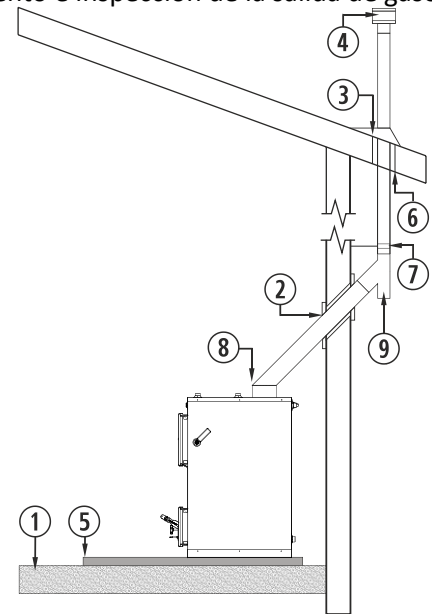

Figura 6
- Al instalar la salida de gases sobre una chimenea de obra, se recomienda emplear tubería metálica a través de ésta, para evitar fisuras, rugosidades, variaciones de sección, etc. En una chimenea ya existente, ésta se deberá limpiar completamente antes de realizar la instalación. El tubo, deberá sobrepasar la altura de la chimenea de obra y sobre salir unos centímetros en su parte superior. En el remate de la chimenea, se deberá colocar una placa de estanqueidad y un cubreaguas, como se muestra en la *figura 6*. En algunos casos, la geometría de la chimenea de obra existente, imposibilita el uso de tubería rígida, en estos casos excepcionales, la normativa permite el uso de conductos flexibles, que serán de superficie lisa para evitar las pérdidas de presión por rozamiento y evitando cambiar de dirección en ángulos superiores a 45°.